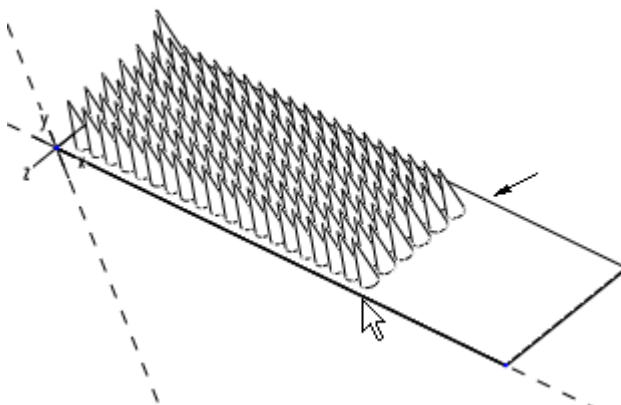

图 38-15
(8) 单击草绘工具栏中的 ，完成折弯曲线绘制，系统提示“选择两平行面定义折弯长度”，选择图 38-15 中箭头指示的长方体两侧面定义折弯长度。